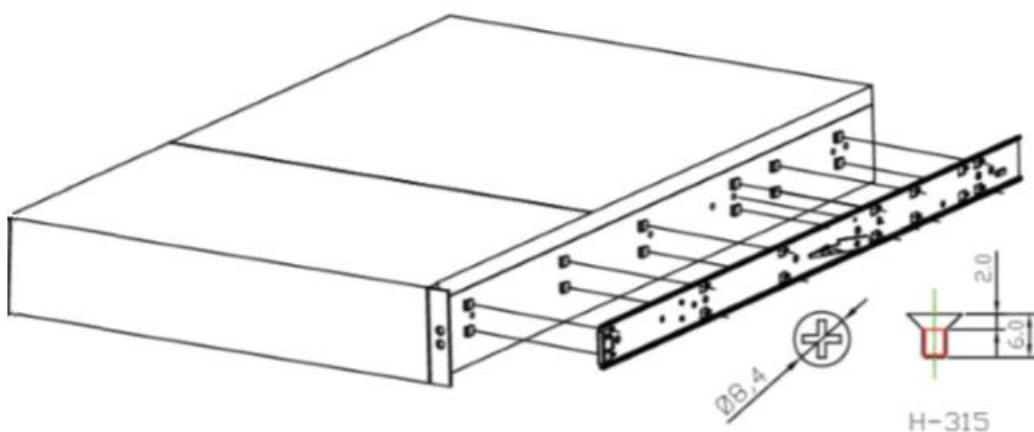

Рисунок 156 – Крепление направляющей к корпусу модуля
- Установите внутренний рельс телескопической направляющей на корпусе модуля, для чего поместите выступы на боковой стороне корпуса модуля хранения с прямоугольными вырезами на внутреннем элементе телескопической направляющей. После того как все выступы правильно войдут в вырезы, закрепите направляющую винтами из комплекта поставки (см. Рисунок 156).